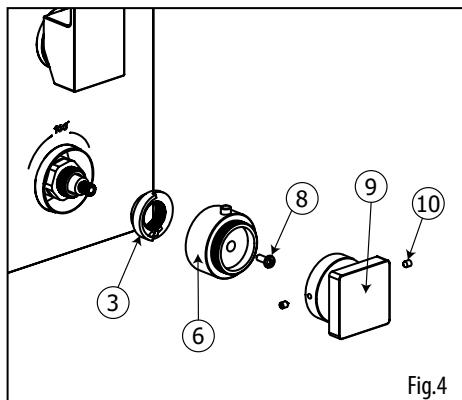

Fig.4
- Remove the handle (9), the thermo handle adapter (6) and the temperature limit stopper (3) as shown (fig.4).
- Enlever la poignée (9), l'adaptateur (6) et le limiteur de température (3) tel qu'illusté (fig.4).*